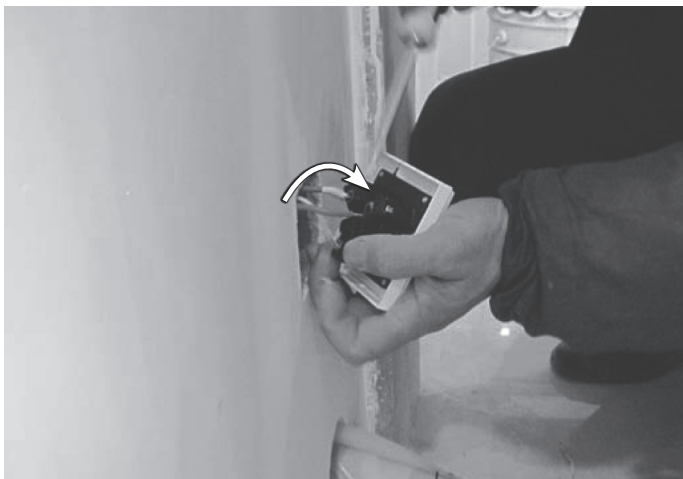

图 3-66 将插座与预留接线连接
① 将线扯得长些，将线头连入插座端口，如图 3-66 所示。